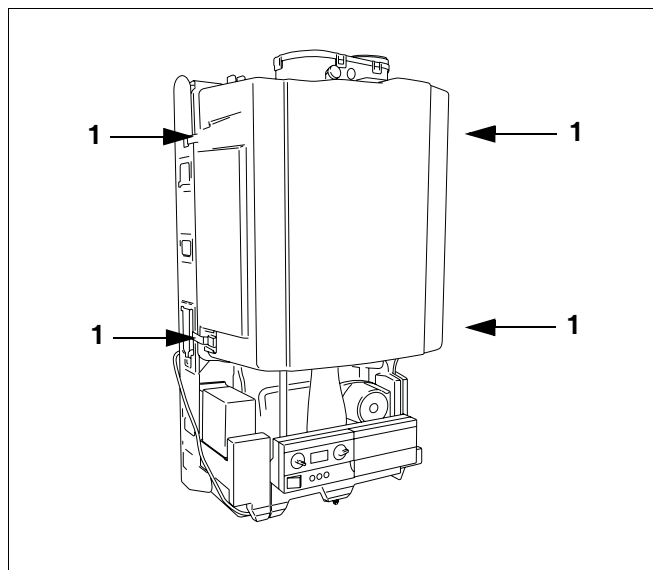

Bild 42 Brennerhaube abnehmen
- Schnellverschlüsse an der Brennerhaube öffnen (→ Bild 42, [1]) und Brennerhaube abnehmen.